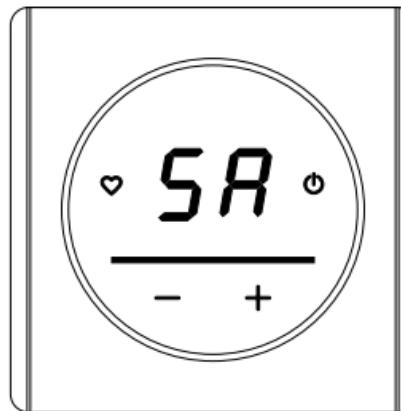

Fig.10
6. Activez le mode EZ Config sur le thermostat en maintenant enfoncés les boutons "O" et "+" pendant 3 secondes. Les symboles "SC" apparaîtront à l'écran, confirmant l'activation de ce mode, et le bouton "O" commencera à clignoter en rouge toutes les 0,5 secondes (Fig.10).